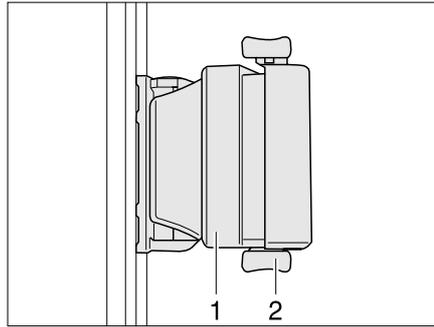

Bild 52 Schiebefenster mit Druckverriegelung
- Verriegelung (Bild 52,2) nach oben drücken.
- Griff (Bild 52,1) drücken und gleichzeitig nach vorn oder hinten schieben.